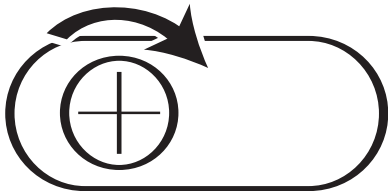

Fig. 9
2. Use un atornillador Phillips o con muescas - le da 1/4 vuelta a 1/2 vuelta al tornillo en el sentido del reloj (hacia la derecha). El aparato debe quedar parado correctamente (Fig. 9).